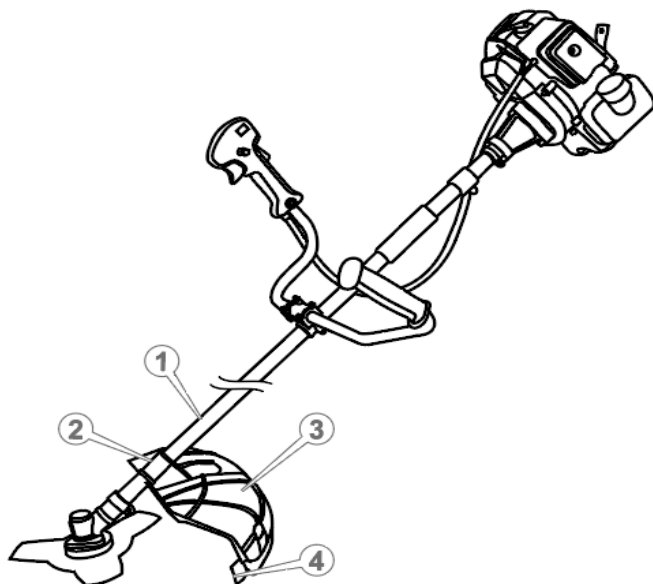

Рисунок 6. Схема встановлення захисного кожуха.
- встановити ніж (4, рис. 6) для обрізання жилки на захисний кожух (3, рис. 6) і надійно закрутити за допомогою фіксуючих кріплень;
- встановити захисний кожух (3, рис. 6) на штангу за допомогою комплекту кріплень так, щоб позиціонуючий отвір скоби (2, рис. 6) поєднався із відповідним отвором штанги (1, рис. 6), та зафіксувати гвинтами з комплекту. Переконатися в надійності кріплення захисного кожуха – прокручування не допускаються.